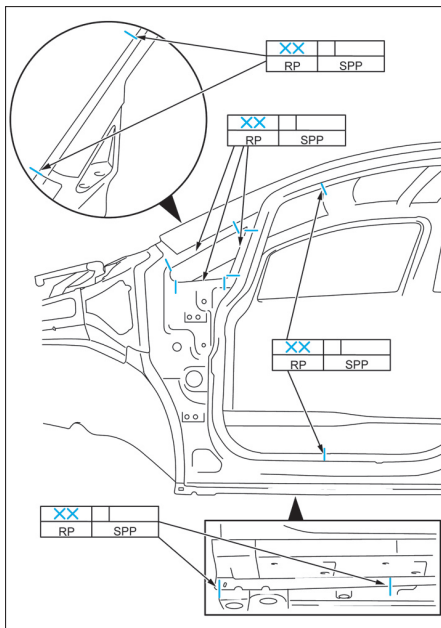
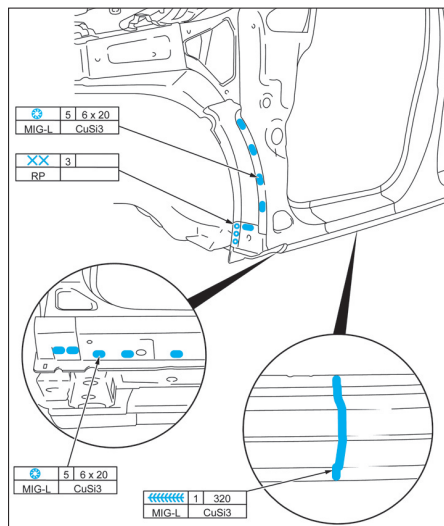
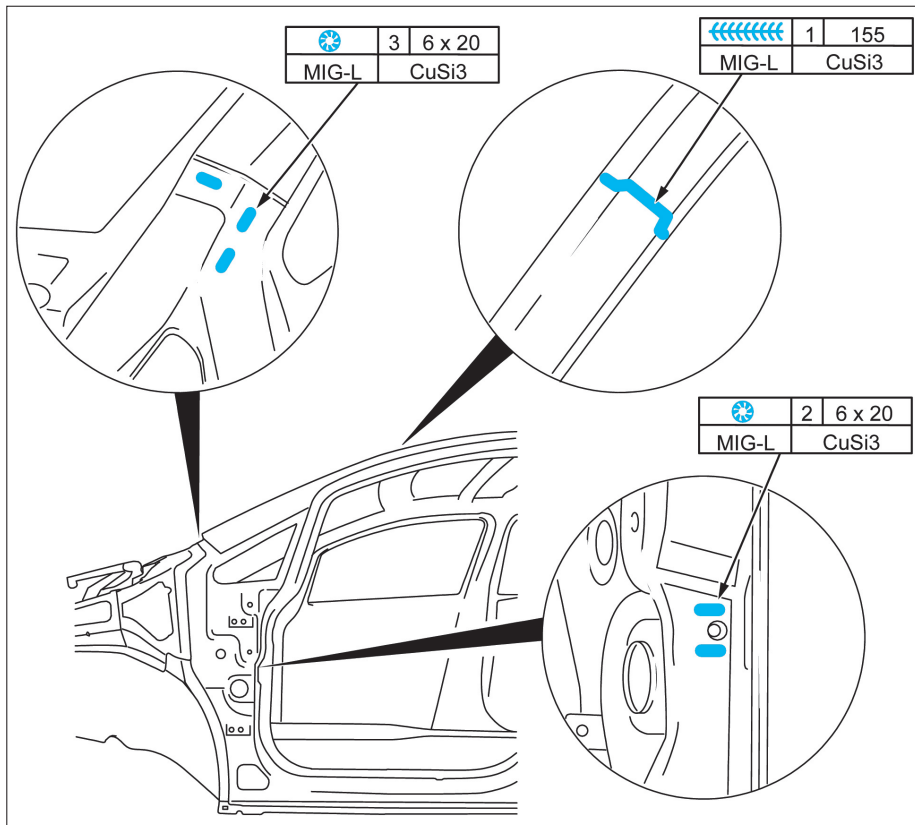

FIG. 25
FIG. 27
FIG. 26
• Souder le montant A (Fig.25), (Fig.26) et (Fig.27).